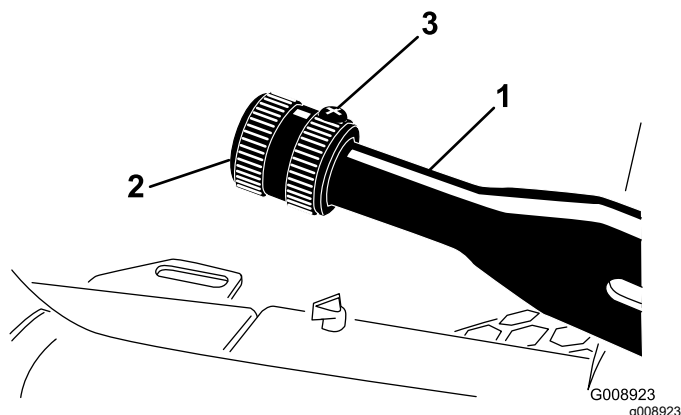

Рисунок 62
1. Ослабьте установочный винт, который крепит ручку к рычагу стояночного тормоза (Рисунок 62).